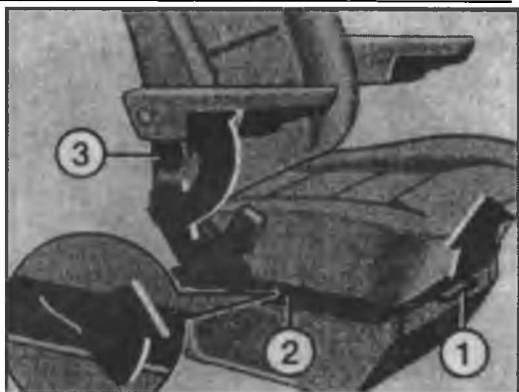

Рис. 1.32 Регулировка сидений водителя и переднего пассажира
- ◆ Потяните скобу (1, см. рис. 1.32) вверх и сдвиньте сидение. Затем отпустите рукоятку, и еще немного продвиньте сидение до срабатывания фиксатора.